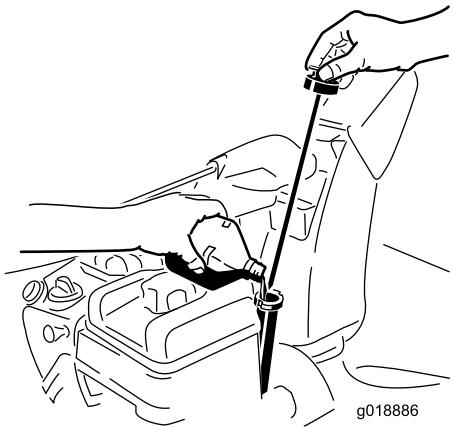

Рисунок 33
- Выньте щуп и проверьте уровень масла (Рисунок 33). Если уровень масла находится ниже отметки Add (Добавить), то добавьте масла в двигатель. См. Раздел «Заправка двигателя маслом».